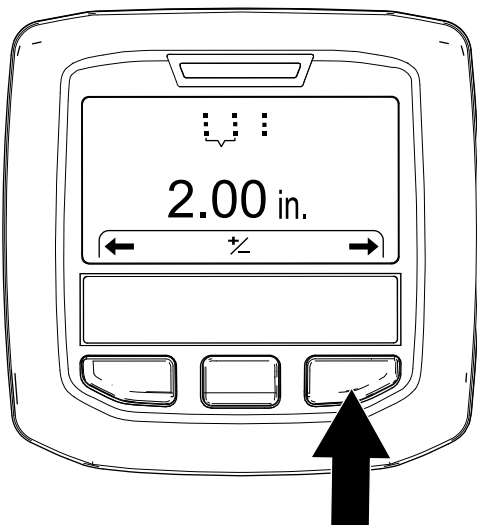

Рисунок 48
4. Нажмите правую кнопку инфо-центра, чтобы отобразить экран Setting the Hole Spacing (Установка расстояния между проколами) (Рисунок 48).
5. Нажмите правую кнопку инфо-центра, чтобы отобразить экран Setting the Tine Diameter (Установка диаметра зуба) (Рисунок 48).